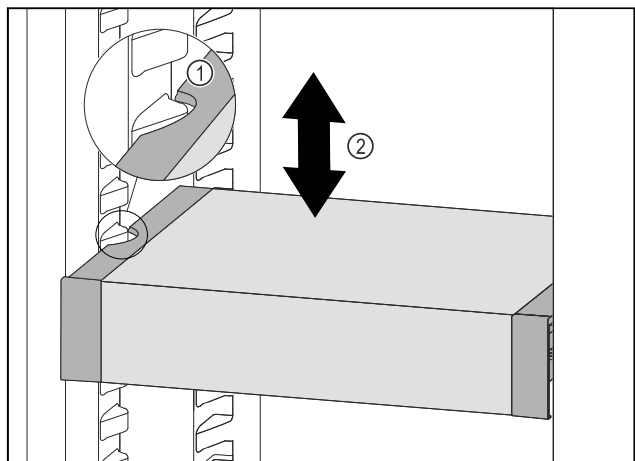

Fig. 35
- ▶ Tirare VarioSafe in avanti fino a quando le cavità laterali di VarioSafe non si trovano al livello della nervatura del contenitore nel vano frigorifero. Fig. 35 (1)
- ▶ Spostare VarioSafe verso l'alto o verso il basso nel vano frigorifero fino a raggiungere l'altezza desiderata. Fig. 35 (2)